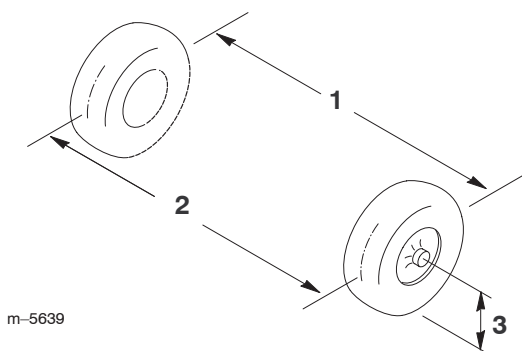

Figure 50
2. Mesurez la distance entre les roues avant à hauteur d'essieu, à l'avant et à l'arrière des roues (Fig. 50).